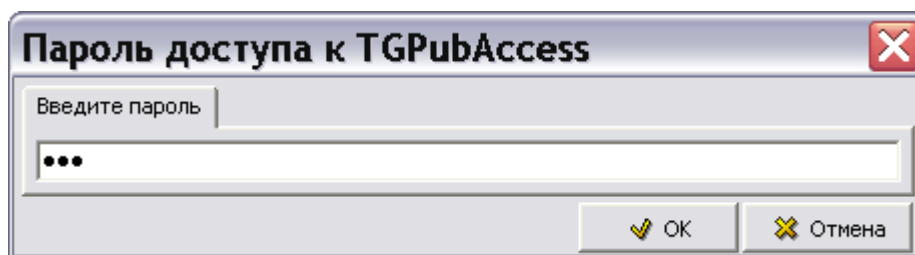

Рис. 203
2. В появившемся окне **Пароль доступа к утилите** введите новый пароль (Рис. 203).